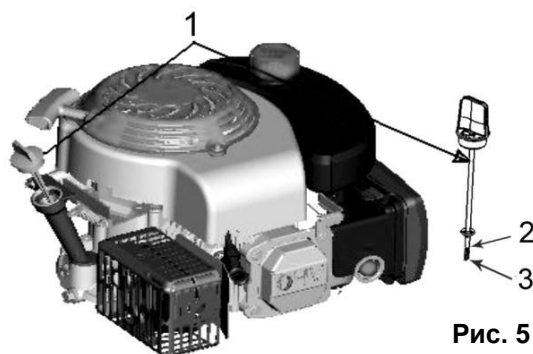

Рис. 5
- Отверните масляный щуп (1)(См. Рис.5) и проверьте уровень масла.
- Если уровень масла меньше нижней линии (3)(См. Рис.5) на щупе, долейте масло до верхней отметки (2)(См. Рис.5). При загрязнении, масло необходимо заменить.